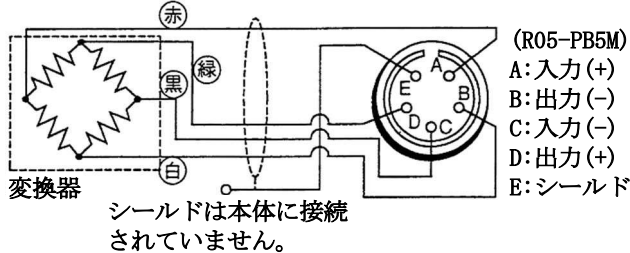

図4
- 5.2 弊社以外の測定器を使用される場合は、図4を参照して接続してください。